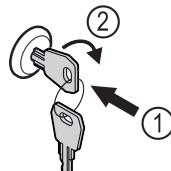

Fig. 169
- Shtyni çelësin brenda. Fig. 169 (1)
- Rrotulloni çelësin me 90° në drejtimin orar. Fig. 169 (2)